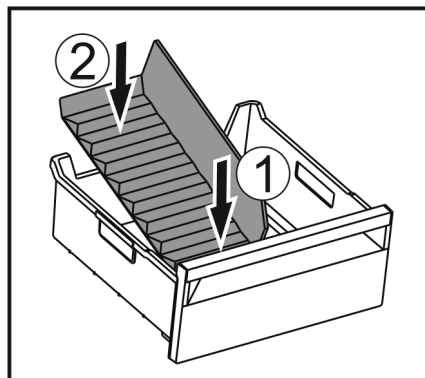

Fig. 171
- Vložte prednú časť oddelovača zásuvky na ľad. Fig. 171 (1)
- Spustite zadnú časť oddelovača zásuvky na ľad až na dno zásuvky. Fig. 171 (2)